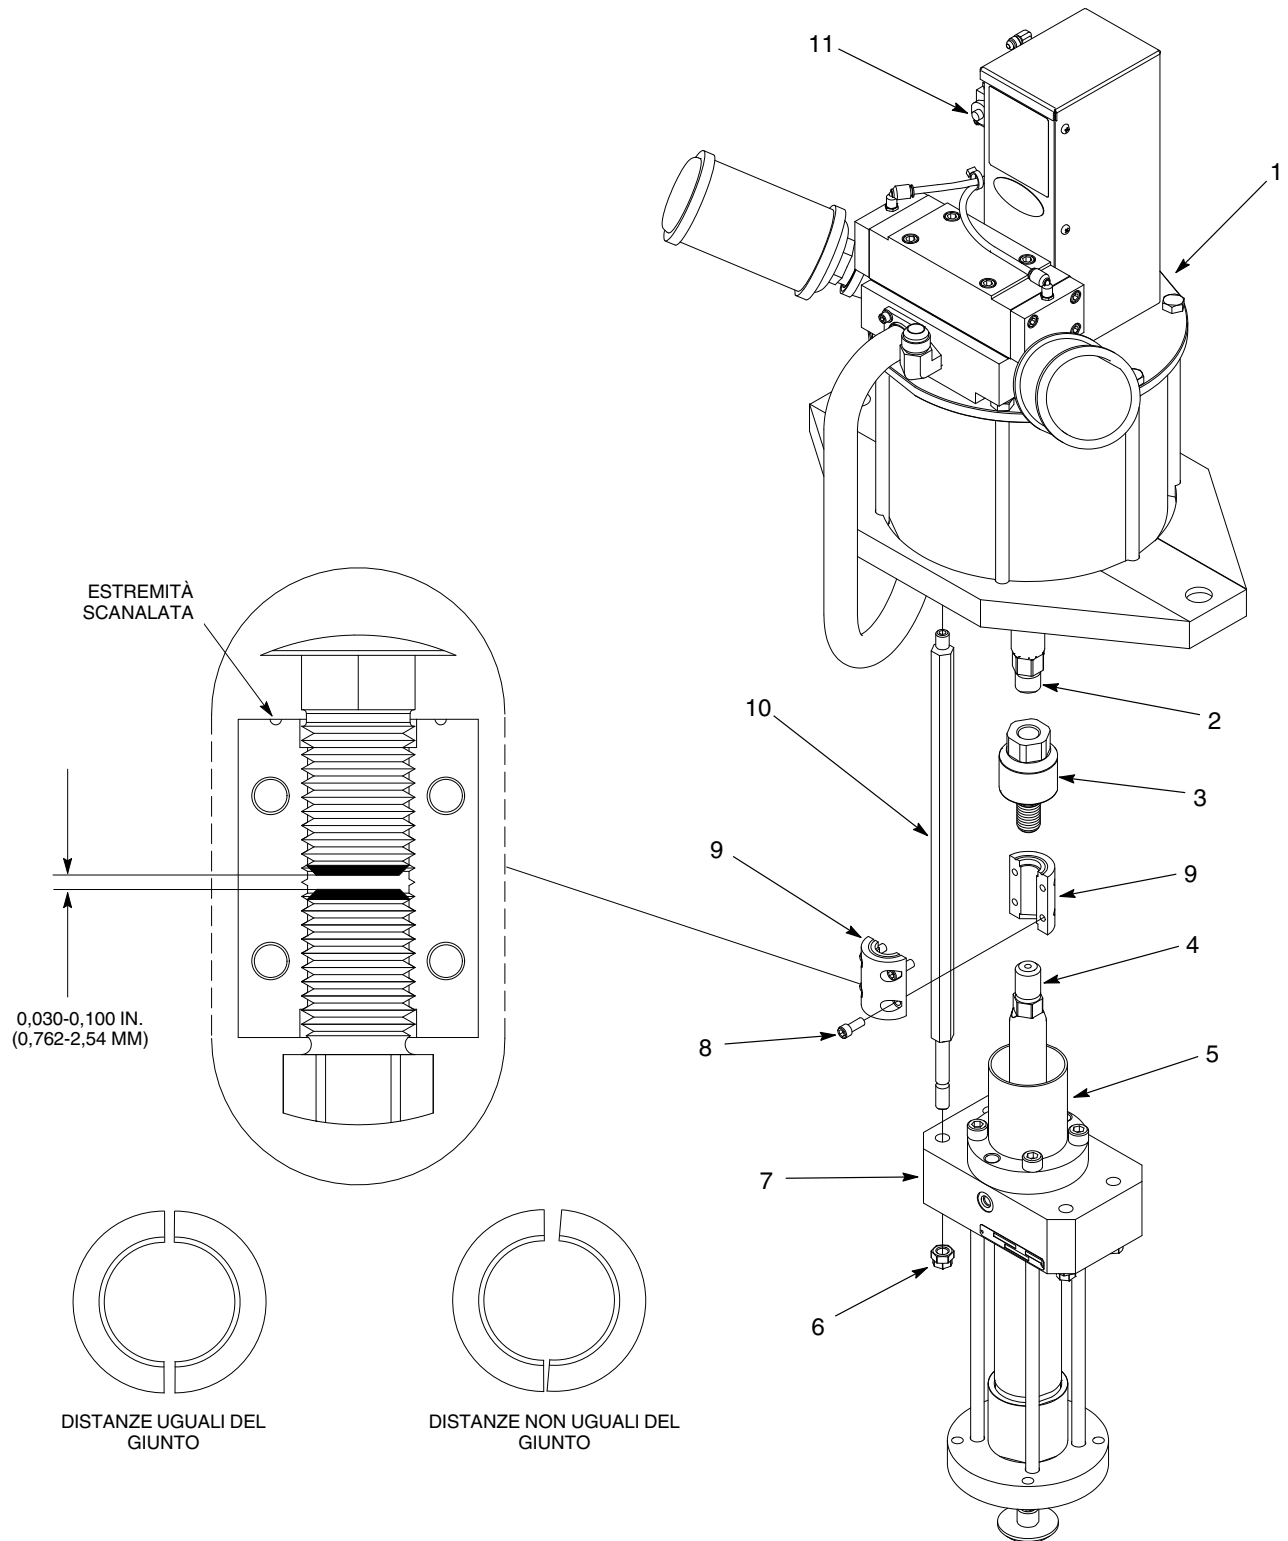

Figura 13 Assemblaggio della pompa
1. Vedi figura 13. Applicare adesivo frenafili sui filetti maschi dell'albero del motore ad aria (2). Montare l'albero flottante del giunto (3) sull'albero del motore ad aria e serrare a 200-220 ft-lb (272-298 N•m).
2. Montare le aste di collegamento (10) sul motore ad aria (1) e serrare a 60-65 ft-lb (81.5-88 N•m).
3. Montare la sezione idraulica (7) sulle aste di collegamento (10) usando i dadi (6). Serrare i dadi a 60-1.981,20 cm-lb (81,5-88 N•m).
4. Montare la camera del solvente (5) sulla sezione idraulica (7).